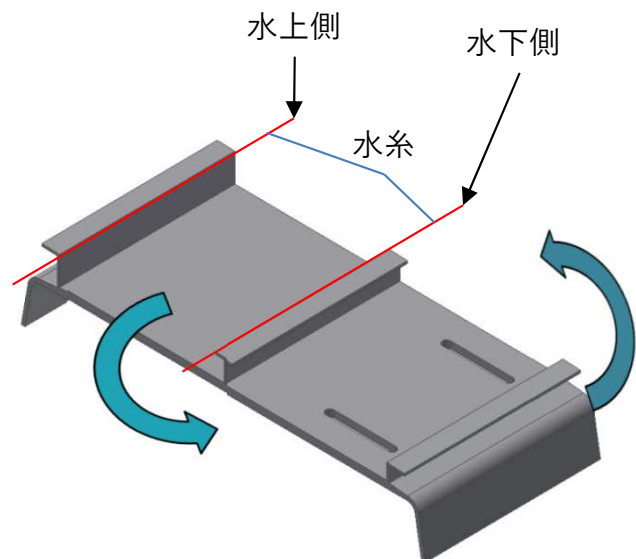

図4-2
- ・水糸はブラケットの水上側と水下側両方にコーナから張ってブラケットのレベルと出入りを確認してください。（図4-2参照）